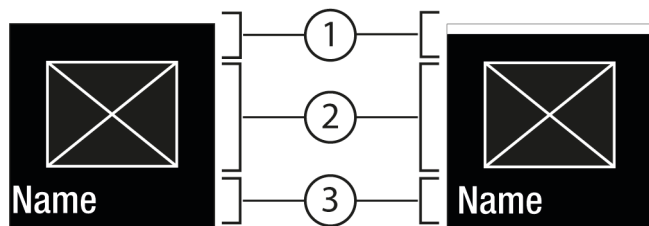
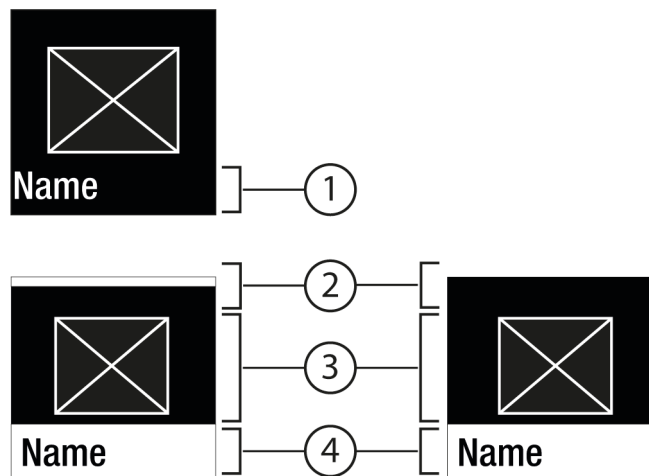

Fig. 6
Fig. 7
- Cu Confirmare Fig. 5 (2) apăsați Submeniu Fig. 7 (4).
- Setări valoarea nouă: Cu Confirmare Fig. 5 (2) selectați o valoare dezactivată Fig. 6 (1).
- Înapoi în meniu: Cu Confirmare Fig. 5 (2) selectați valoarea activată Fig. 6 (2) deja.
- ▷ Starea: activată Fig. 6 (1) apare scurt în submeniu Fig. 7 (4).